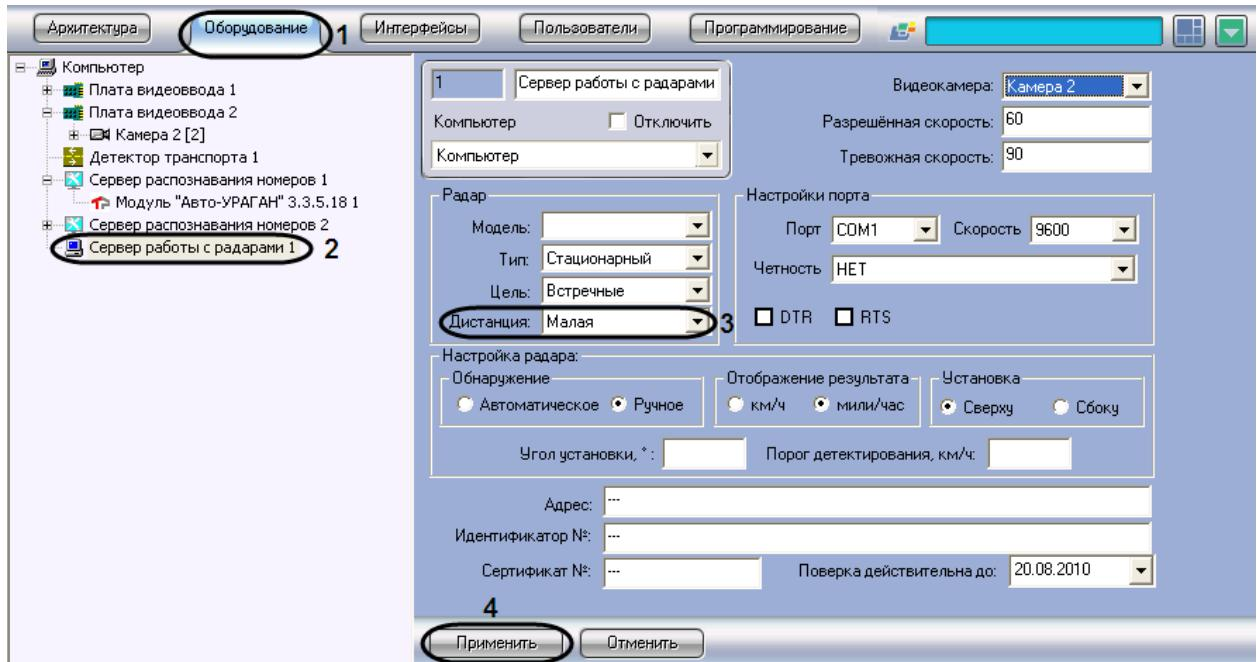

Рис. 7.3—8. Выбор дистанции для определения скорости движения транспортного средства
1. В диалоговом окне «Настройка системы» перейти на вкладку «Оборудование» (см. Рис. 7.3—8, 1).
2. В дереве объектов на вкладке «Оборудование» выбрать объект «Сервер работы с радарами», соответствующий настраиваемому программному модулю «Радар» (см. Рис. 7.3—8, 2). В правой части вкладки «Оборудование» отобразится панель настройки выбранного объекта.
3. В списке «Дистанция» выбрать расстояние от устройства «Радар» до места определения скорости движения транспортного средства, на котором требуется определять скорость движения (см. Рис. 7.3—8, 3).
4. Нажать кнопку «Применить» (см. Рис. 7.3—8, 4).